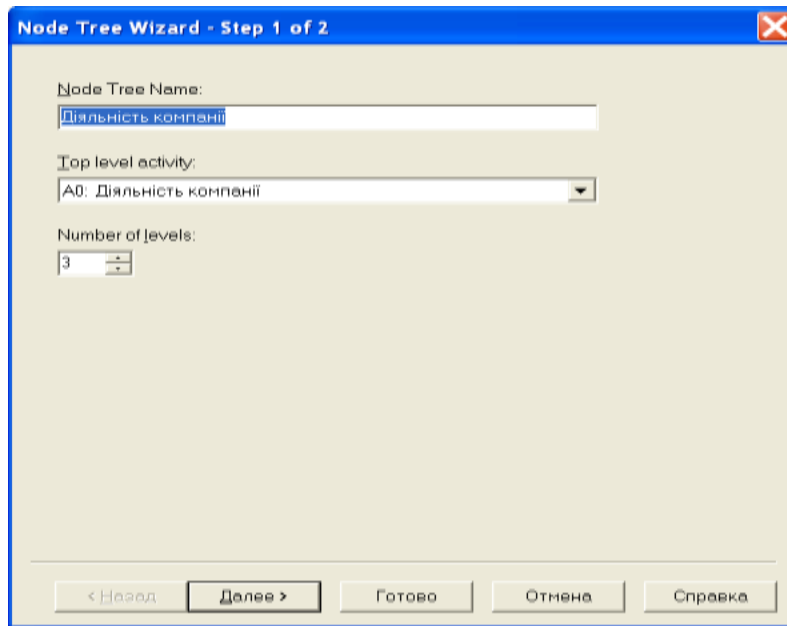

Рис. 12.1. Перший діалог помічника Node Tree Wizard
1. Вибрати меню **Diagram / Add Node Tree**. У першому діалозі **Node Tree Wizard** внести ім'я діаграми (Діяльність компанії), вказати діаграму кореня дерева (A0: Діяльність компанії) і кількість рівнів – 3 (рис. 12.1).